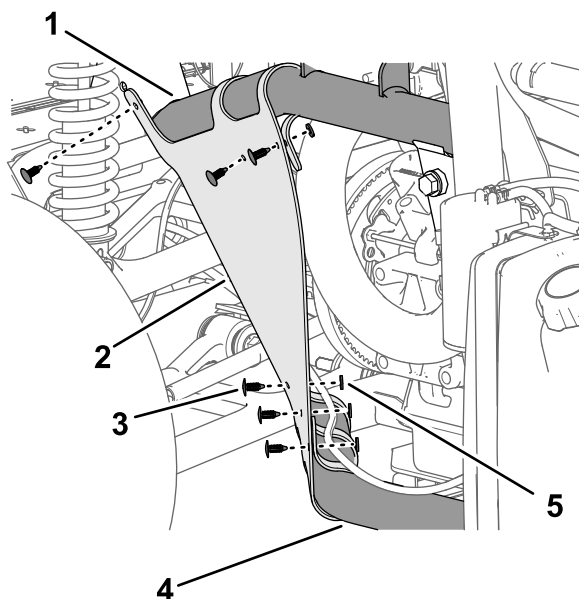

図 216
2. 押し込みファスナー6個を使って、内側フェンダ用シュラウドをフレームチューブに固定する図 216。
3. 図 216に示すように、フェンダの穴を、車体フレームの穴に合わせる。